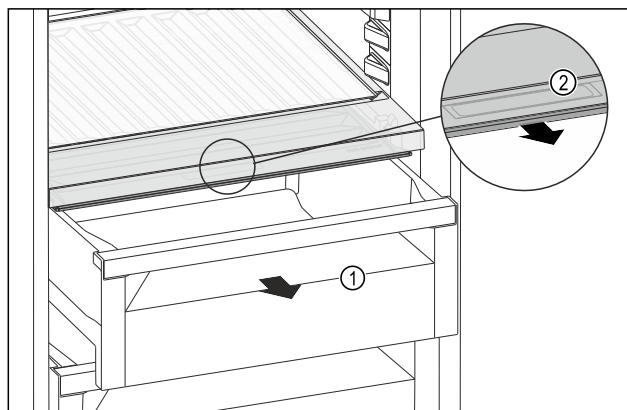

Fig. 172
- Izvucite ladicu Fig. 172 (1).
- Primite ručku Fig. 172 (2) na poklopcu pretinca i istodobno povucite poklopac pretinca prema naprijed.